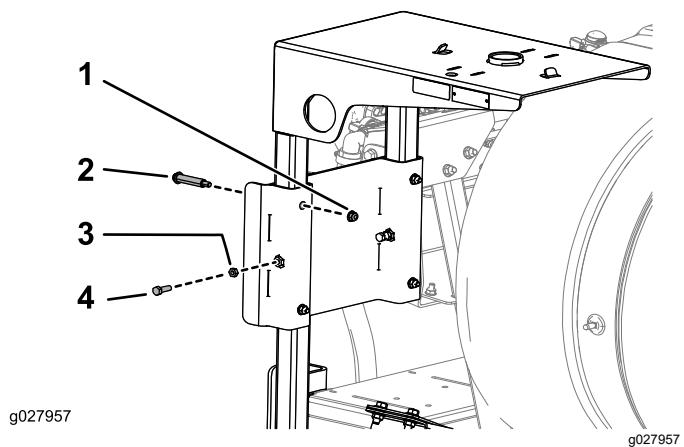

図 14
6. 図 14のように、リールシェルフ・サポートのスロットにリールシェルフ・フレームを入れるショルダーボルト4本、フランジナット 5/16-18" 4個、ボルト 5/16-18 x 1" 2本、ジャムナット 5/16-18" 2個を使用する。